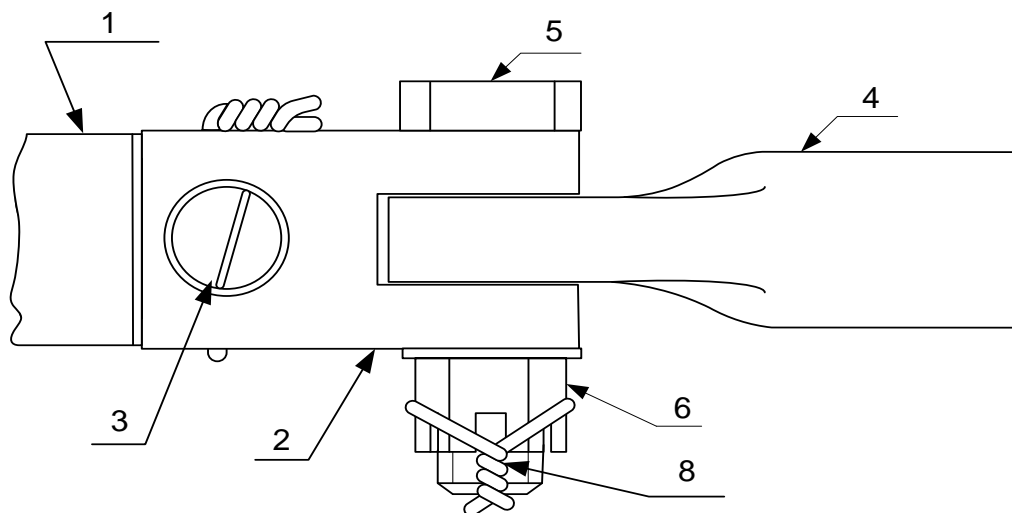

Рис.1. Шарнир шибера электропривода с элементами крепления
7.4.1. Для замены шарнира шибера следует выполнить следующие действия (см. рис. 1):